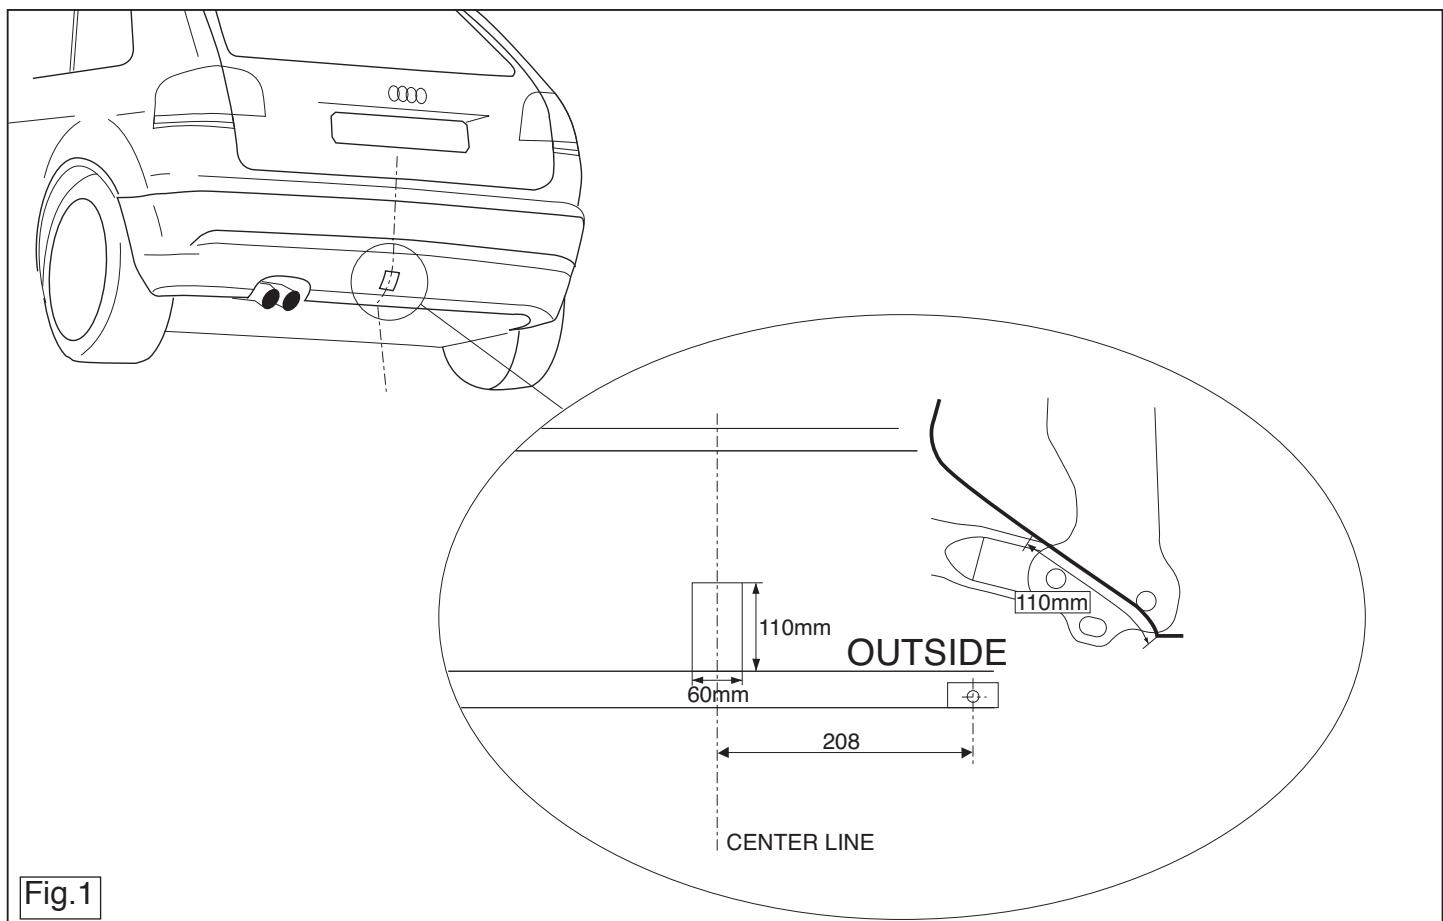

Fig.1
4. Saw a section out of the middle of the underside of the bumper as shown in fig 1.
4. Serrer au centre de la partie inférieure du pare-chocs une partie corré-spondant à la figure 1.
4. Abbildung 1 herausschneiden.